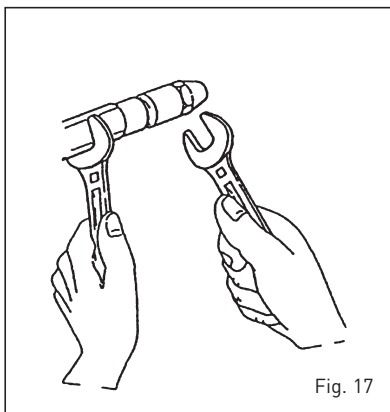

Fig. 17
- Fixar o porta injector utilizando uma chave nº19 e desparafusar o injector com uma chave nº16 (fig. 17).